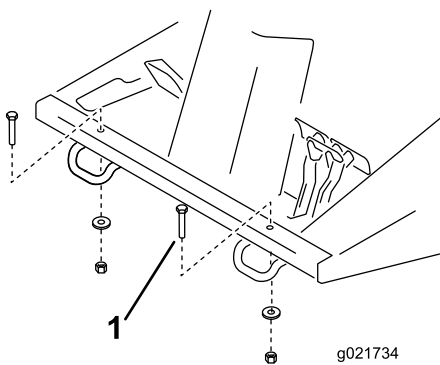

Figura 7
1. Togliete i 2 bulloni, le rondelle e i dadi montati dalla parte anteriore della piattaforma dell'operatore (Figura 7).